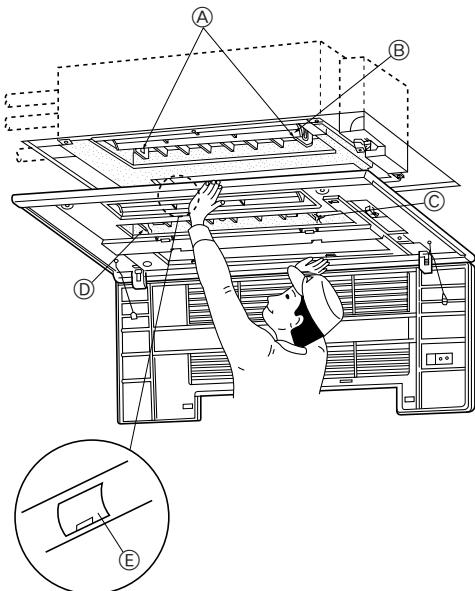

Fig. 5-4
5.3. Πώς τοποθετούνται οι γρίλιες (Fig. 5-4)